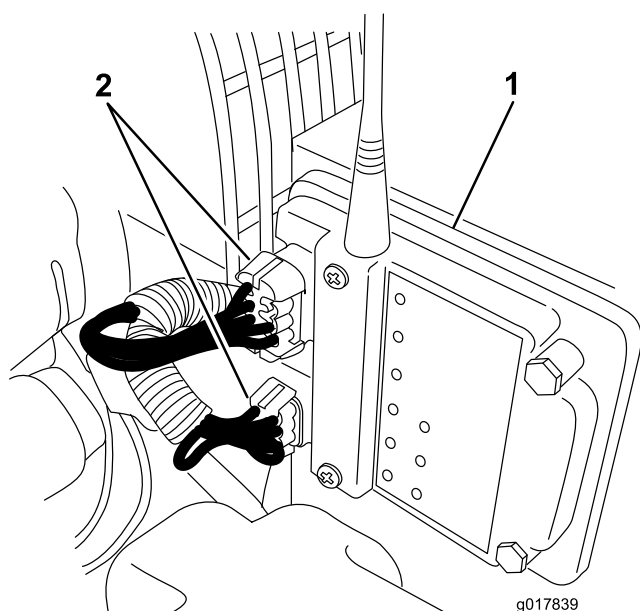

Figura 1
2. Desenchufe los conectores del arnés de cables del receptor (Figura 1).
3. Retire los 3 tornillos y tuercas que sujetan el receptor al bastidor del soplador (Figura 1). Retire el receptor.